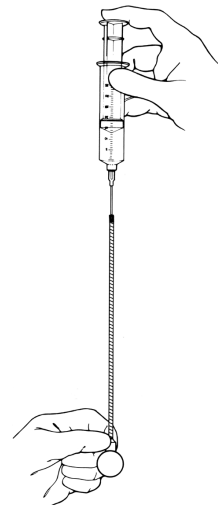

Figure 4-3b. Remplir le ballon
6. Remplir le ballon de 20 cc de solution de remplissage. (**Figure 4-3b**)